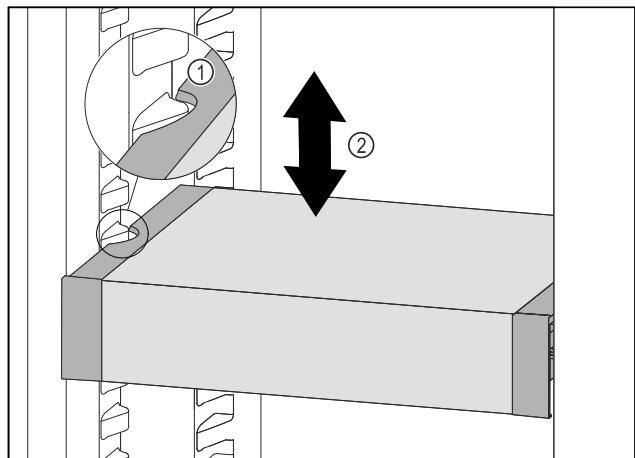

Fig. 92
- Тяните VarioSafe вперед, пока боковые выемки VarioSafe не окажутся на высоте выступа резервуара в холодильном отделении. Fig. 92 (1)
- Двигайте VarioSafe в холодильном отделении вверх или вниз, пока не будет достигнута требуемая высота. Fig. 92 (2)